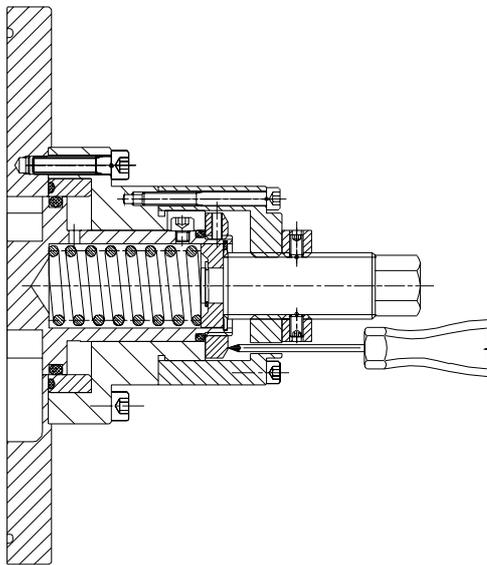

Fig.3.1
- 2 - Avvitare la vite di registro (59) mettendo in pressione la molla, gradatamente, controllando che la pressione alla bocca di mandata della pompa, non superi la pressione consentita.
- 3 - Agendo sulla vite di registro e controllando con una sonda (v. fig. 3.1) trovare il punto critico di apertura della valvola, alla pressione voluta.
- 5 - Posizionare il fermo registro (62) e bloccarlo con l'apposita vite a cava esagonale (65).